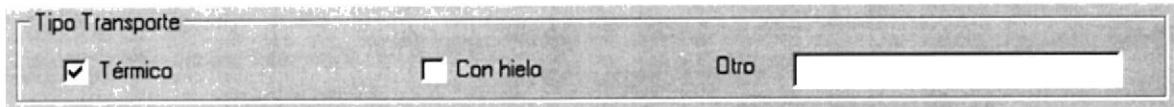

Figura 8.7 Opción de tipo de transporte
24. También tendrá que seleccionar el tipo de transporte que va a utilizar el comerciante marcando en el casillero o en su defecto escribir en el casillero otro tipo de transporte si lo hubiese , tal como se muestra en la figura 8.7)